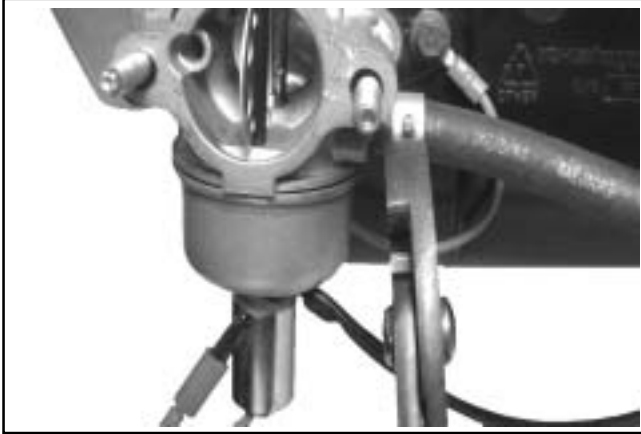
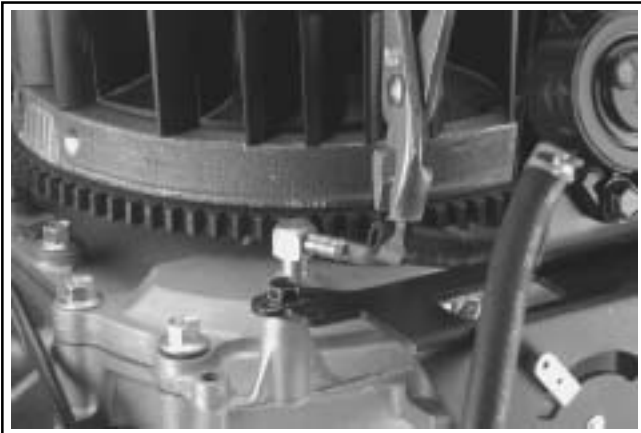

Figura 8-11. Desconexión de la tubería de combustible del carburador.
Figura 8-12. Desconexión de la tubería de combustible del carburador.
1. Cierre el suministro de combustible. Desconecte la tubería de combustible de la conexión de admisión del carburador. Ver Figura 8-11. Si se utiliza una bomba de combustible, desconecte la tubería de bombeo de la conexión de la placa de cierre. Ver figura 8-12.